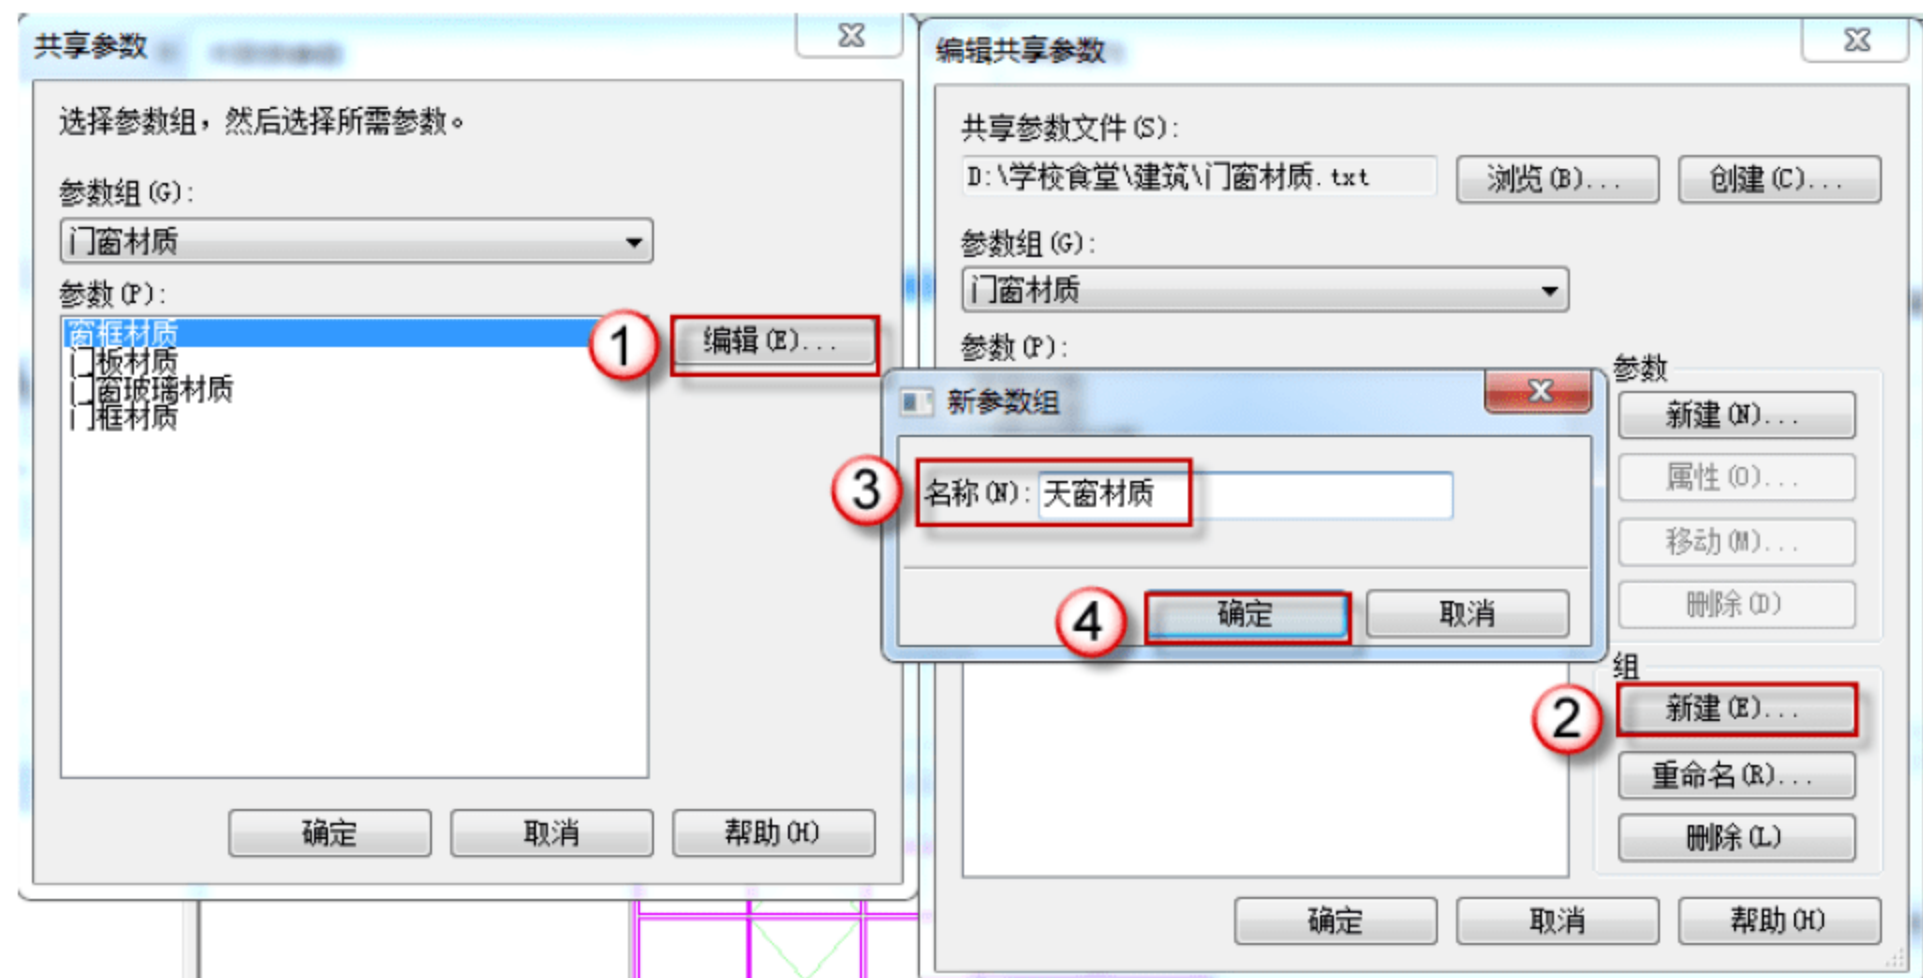

图 12.1.38 新建“天窗材质”参数组
(13) 新建“天窗材质”参数组。在弹出的“共享参数”对话框中，单击“编辑”按钮，进入“编辑共享参数”对话框，单击“新建”按钮，进入“新参数组”对话框，在“名称”后输入“天窗材质”，单击“确定”按钮，如图 12.1.38 所示。